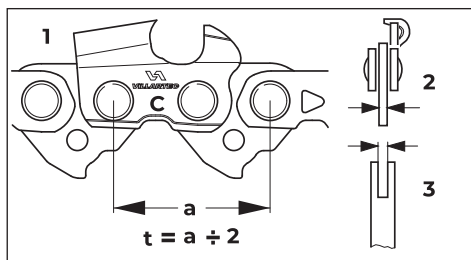

Рис. 30
- Шаг (рис. 30, поз. t) пильной цепи (рис. 30, поз. 1), цепной звездочки и ведущей звездочки
- Толщина приводного звена (рис. 30, поз. 2) пильной цепи (рис. 30, поз. 1) должна быть согласована с шириной паза направляющей шины (рис. 30, поз. 3)